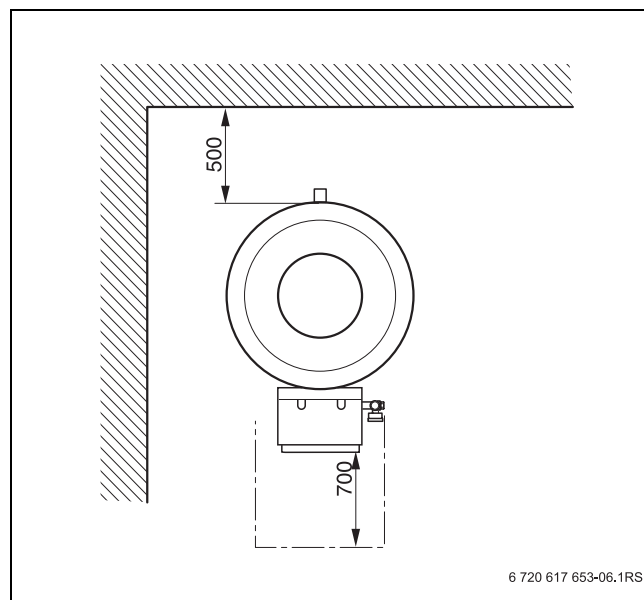

Fig. 4 Distances minimales par rapport aux murs (en mm)
- Assurez-vous que la hauteur minimale du local d'installation et les distances minimales par rapport aux murs sont garanties (→ tabl. 1, page 5 et fig. 4).